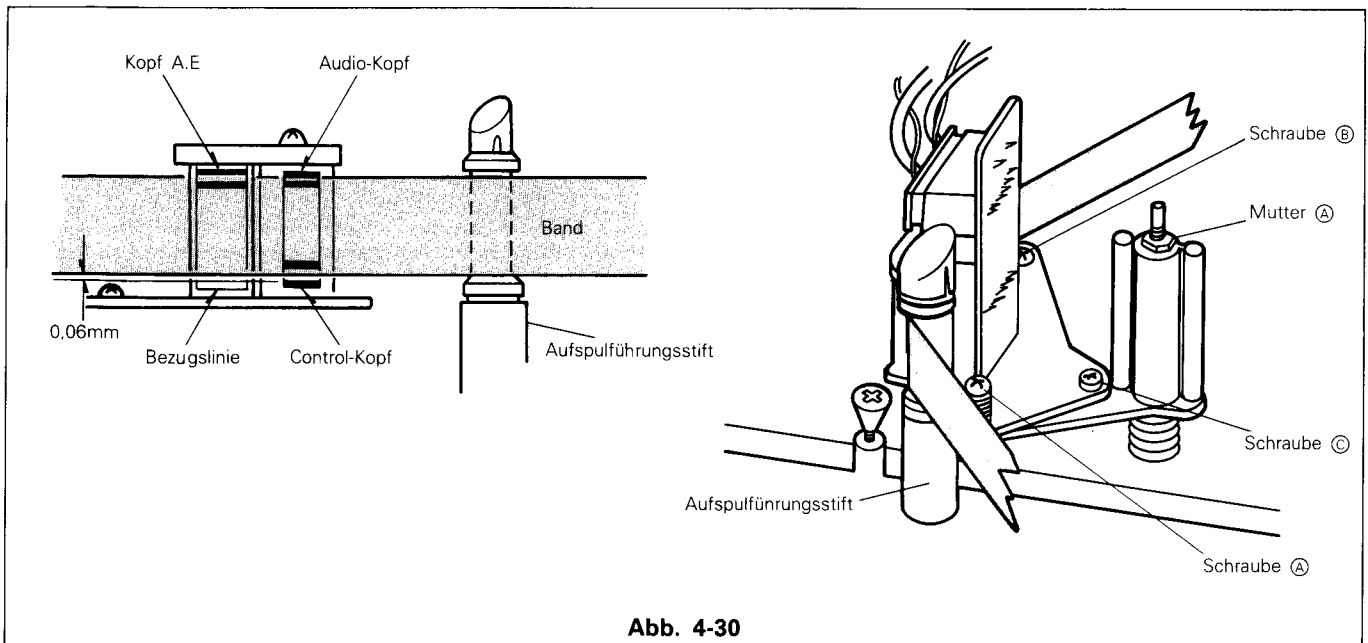

Abb. 4-30
- (1) Das Audio-Ausgangssignal oszillographieren und ein 6kHz-Audio-Signal wiedergeben.
- (2) Zur Einstellung die Mutter "A" so drehen, daß ein maximales Audio-Ausgangssignal mit den nachstehend angegebenen Werten erzeugt wird (Abb. 4-30).
- (3) Die Einstellschraube (C) für die Neigung so einstellen, daß das Band am unteren Teil des Aufspulführungsstiftes ohne Knittern entsprechend Abb. 4-30 entlangläuft.